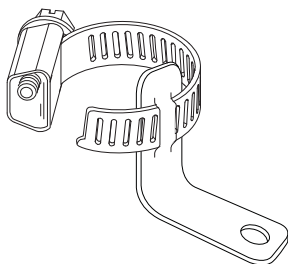

Fig. 6
- Apparatet fastgøres til gulvet ved hjælp af de to medfølgende spændebånd (Fig. 6).